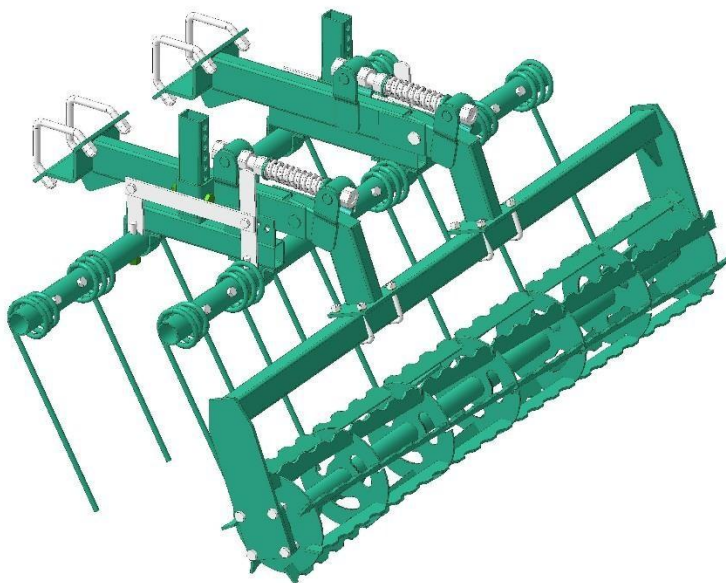

Рисунок 8 – Приставка катково-пружинная
- приставка пружинно-катковая (рис.8);